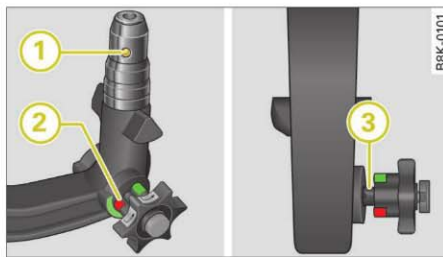

Fig. 205 Dispozitiv demontabil de remorcare: Cupla sferică
- Verificați dacă marcajul roșu (2) ⇒ fig. 205 de la rozetă, se găsește în zona verde a cuplei sferice.
- Verificați dacă sfera de blocare (1) este introdusă corect în orificiul bușei de ghidare.
- Verificați dacă rozeta se vede clar din cupla sferică, astfel încât între rozetă și cuplă să existe o fantă (3).